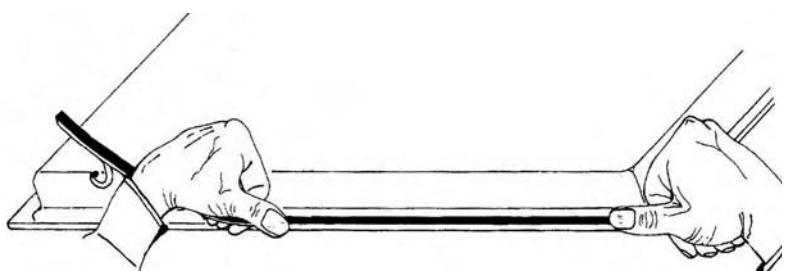

Fig.4-Abb.4
2. Elektrischer Anschluss (Abb.4)